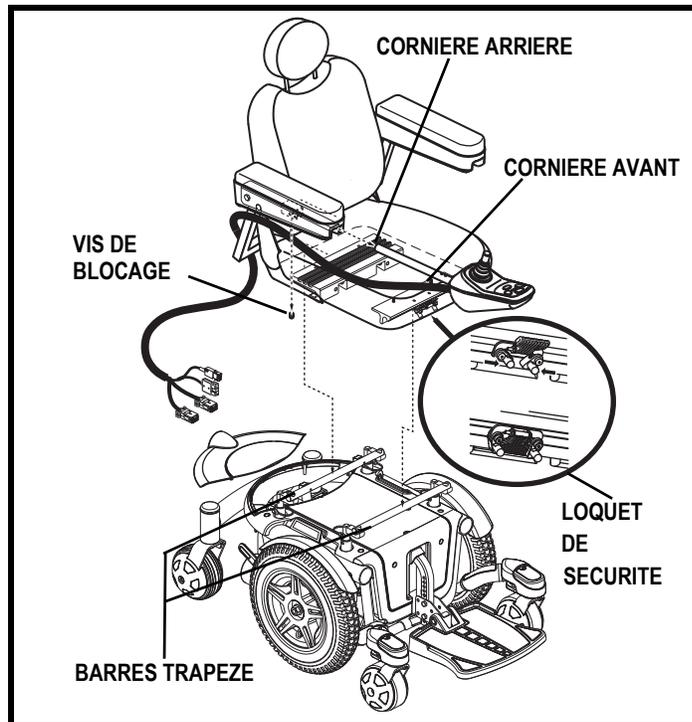

Figure 11. Système de montage universel
Il se peut que vous ayez à installer le siège avant la première utilisation ou après avoir transporté votre fauteuil motorisé. La plupart des sièges sont fixés à la base à l'aide du «Système de Montage Universel» (SMU). Le système de montage universel (SMU) est composé de pièces compatibles au siège à dossier moyen ou à dossier haut sans égard à la largeur ou à la profondeur du siège. Les deux pièces principales sont des cornières d'aluminium montées sur la base du siège. Celles-ci se fixent sur la paire de barres trapèze fixées sur la base motorisée. Voir la figure 11.
1. Inclinez le siège vers l'arrière et glissez la cornière arrière sur la barre trapèze arrière. Voir la figure 11.
4. Installez le contrôleur sur l'un des accoudoirs. Voir la figure 11.